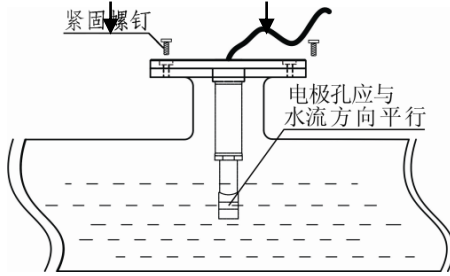

图 4.3.3
3)用合适的紧固螺钉将上、下法兰盘紧固在一起,如下图 4.3.3 所示: